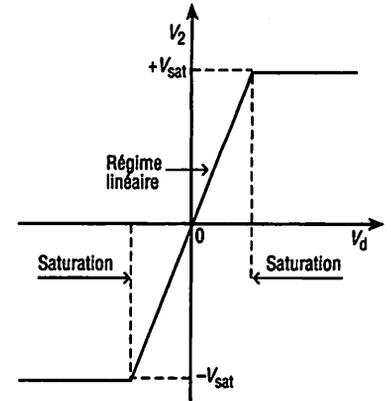

Fig. 9 : Différents régimes de fonctionnement de l'A.O.
2.3. Régime de fonctionnement (fig. 9)